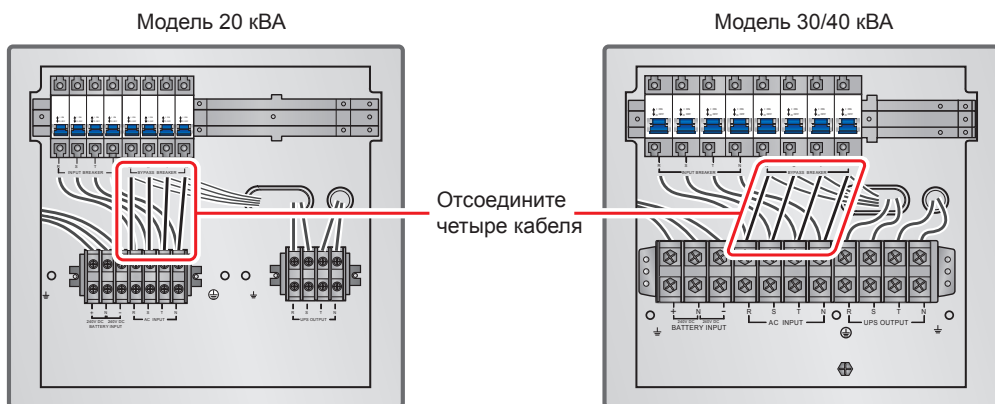

Рис. 6-7. Отключение четырёх кабелей, соединяющих блок зажимов сетевого входа с основным входным размыкателем
2. Или удалите четыре кабеля, соединяющие блок зажимов сетевого входа и входной размыкатель байпаса (см. **рис. 6-7**). Подключите кабели сети переменного тока R, S, T и N к входному размыкателю байпаса.